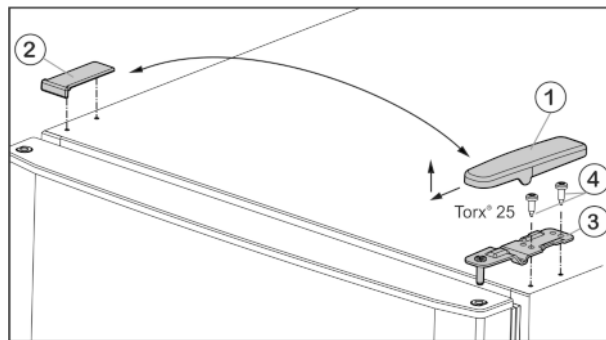

Fig. 4
- ▶ Потяните крышку Fig. 4 (1) вперед и вверх.
- ▶ Снимите крышку Fig. 4 (2).
- ▶ Открутите верхний опорный кронштейн Fig. 4 (3)(2 шт. Torx® 25) Fig. 4 (4) и вытяните вверх.
- ▶ Установите верхний опорный кронштейн Fig. 4 (3) на новой стороне шарнира и защелкните в дверце.
- ▶ Привинтите верхний опорный кронштейн (с моментом 4 Нм) (2 шт. Torx® 25) Fig. 4 (4). При необходимости проделайте отверстия или используйте аккумуляторную отвертку.
- ▶ Наденьте и защелкните крышку Fig. 4 (1) на противоположной стороне снаружи.
- ▶ Также наденьте сверху и защелкните крышку Fig. 4 (2) на противоположной стороне.